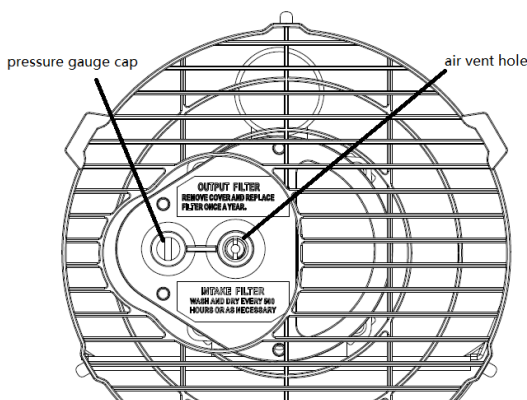

Fig.5
**PORNIREA LA RECE:** la temperaturi scăzute, pentru o pornire ușoară mențineți orificiul de aerisire (vezi fig. 5) închis de un deget în timpul aprinderii.